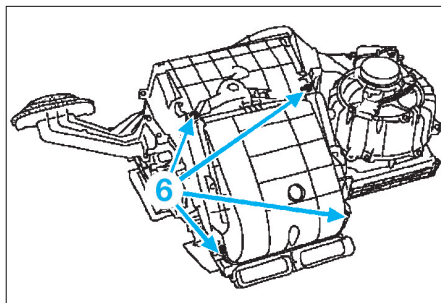

FIG. 14
- Déposer les 4 vis (6) du carter inférieur du radiateur de chauffage (fig. 14).